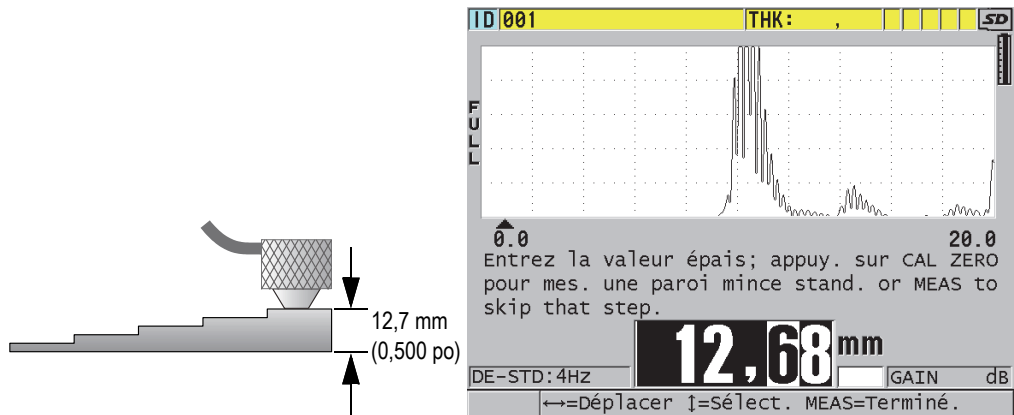

Figure 5-4 Étalonnage de la vitesse de propagation des ondes sonores dans le matériau à l'aide d'un bloc étalon à 5 gradins
1. Pour effectuer l'étalonnage de la vitesse de propagation des ondes sonores dans le matériau (Figure 5-4 à la page 86) :